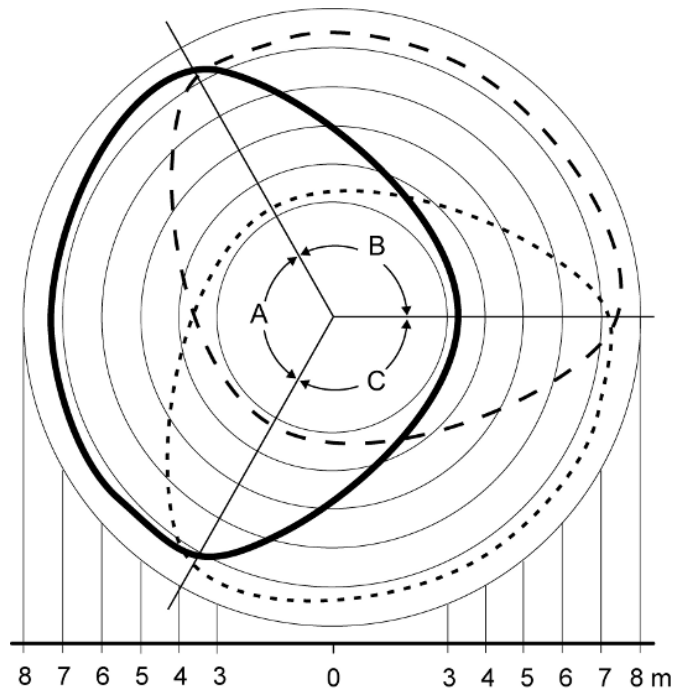
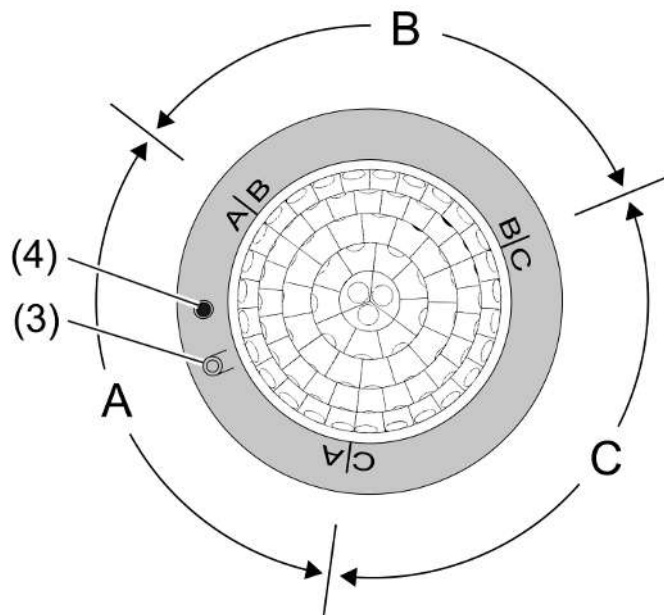

Bild 3: Erfassungsfeld: Bereiche A, B und C, Montagehöhe 2,20 m
Bild 4: Anordnung der Bereiche A, B und C
Das Gerät besitzt zur Bewegungserfassung drei voneinander unabhängige Sensoren (siehe Bild 3). Die Anordnung der Bereiche A, B und C ist unter dem Zierring (6) ersichtlich (siehe Bild 4).